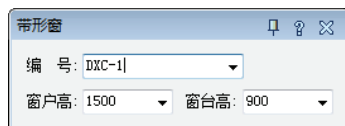

图 5-17 “带形窗”对话框
- 2) 调用“DXC”命令，系统弹出“带形窗”对话框，设置参数如图 5-17 所示。